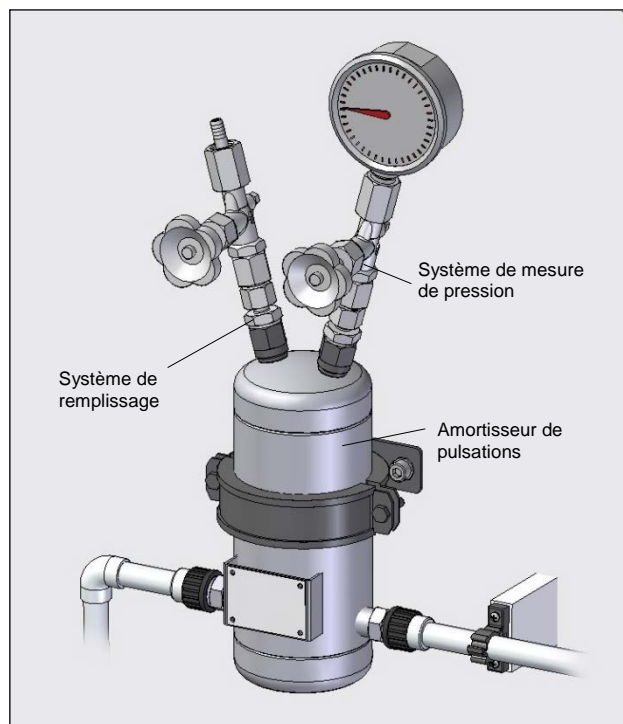

Fig. 13 Système de remplissage et de mesure de pression
- Les systèmes de remplissage ou de remplissage et de mesure de pression doivent être dirigés vers le haut (cf. fig. 13).